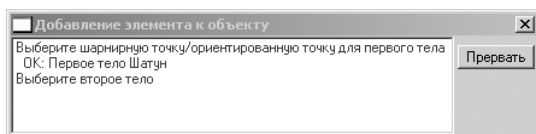

Рис. 2.65. Окно **Добавление элемента к объекту** в процессе вставки сферического шарнира
- переместите указатель мыши в точку связи сферического шарнира, расположенную в центре малого прилива шатуна. Одновременно выбирается первое тело – **Шатун** в кинематической паре – то, которому принадлежит точка связи, и, как только появятся от точки связи линии, щелкните мышью. Это будет зафиксировано в окне **Добавление элемента к объекту**, изображенном на рис. 2.65;